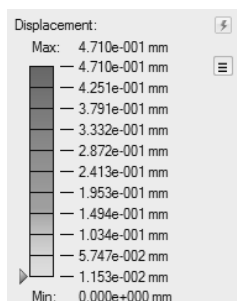

图 10-13
2) 该模型的最大位移接近 0.5 mm，如图 10-13 所示。